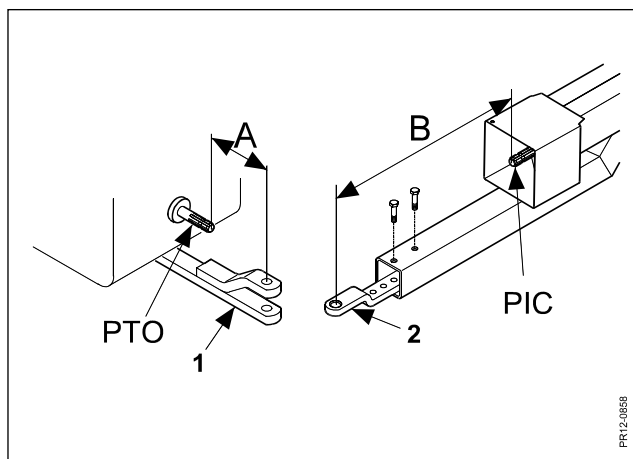

Fig. 2-11
Fig. 2-11 Régler la barre oscillante (1) du tracteur afin que la distance "A" soit aussi courte que possible Régler la barre d'attelage de la machine (2) afin que la distance "B" soit la plus longue possible. De cette façon, le grand angle absorbe la plus grande part du déport dans les virages. La barre d'attelage de la machine (2) doit être placée de telle sorte que l'arbre de prise de force soit aussi horizontal que possible.